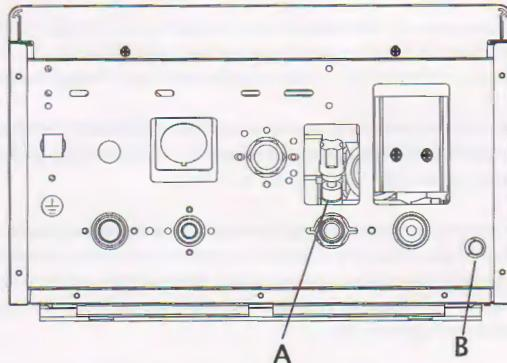

Рис.1
**Важно:** Регулярно проверяйте, что отображается на манометре давление котла 0.7 -1.5 бар, когда температуры воды холодная. В случае избыточного давления, открыть сливное отверстие котла. В случае недостаточной температуры, откройте кран заполнения котла (рис.1 и рис.2). Откройте кран очень медленно, чтобы выпустить воздух.
- ① Выключите газовый котел нажав на кнопку включения / выключения.
- ② Спустить панель управления и использовать отвертку, чтобы завернуть винт на насосе.
- ③ Вставьте отвертку на винт насоса, поворачивать влево и вправо несколько раз.
- ④ Зафиксировать его в исходное положение.
Рис.1 для газового котла с би-термическом типом (газовой котел с одним теплообменником)